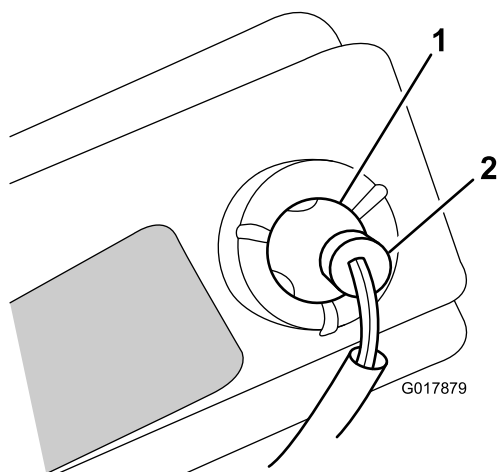

Figura 32
6. Estraiete il portalampada (Figura 32).